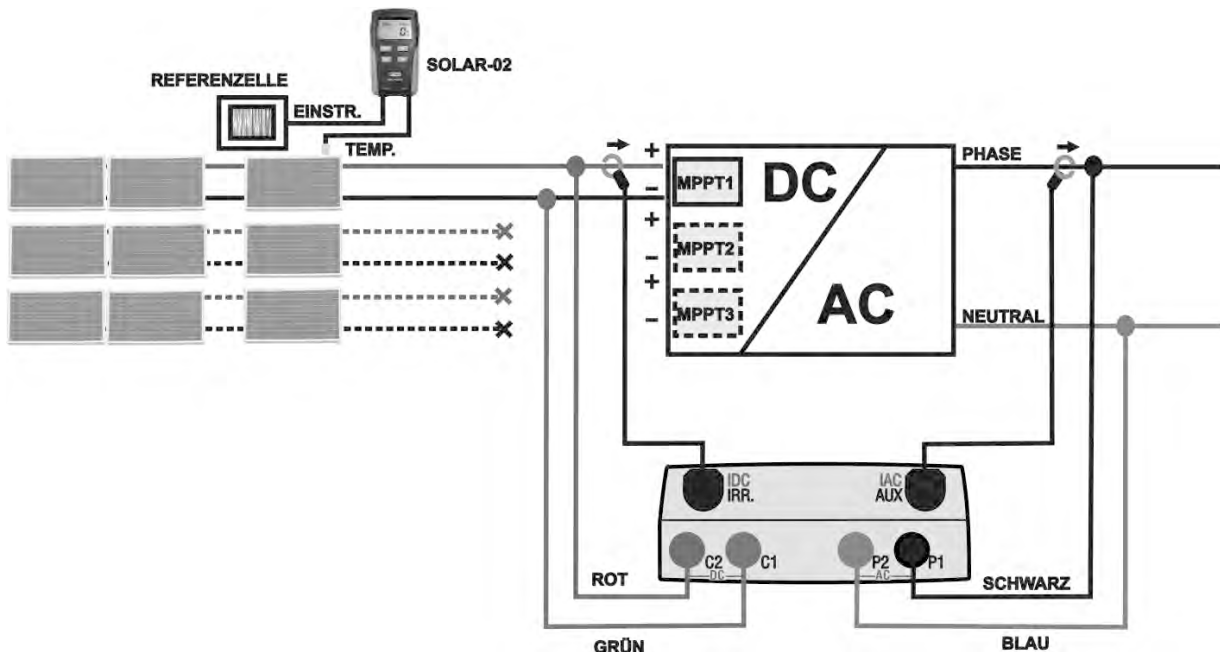

Abb. 4: Messgerätanschluss zur Prüfung von einphasigen PV Anlagen
5. Falls die Wechselrichter mehrere MPPT Lastregler besitzen, darf nur **der erste String am MPPT angeschlossen bleiben** (siehe Abb. 4). Anschließend werden die nachstehend beschriebenen Tätigkeiten einzeln nacheinander nur mit der am zweiten, dritten, vierten, usw. Lastregler angeschlossenen Strings wiederholt.
11. Schließen Sie die AC Strommesszange des ersten MPPT am Phasenleiter L1 **unter Beachtung der Pfeilrichtung** an (siehe Abb. 4). Bringen Sie die AC Stromzangenbacken soweit wie möglich vom Wechselrichter entfernt an und achten Sie darauf, dass deren Backen nicht den Nullleiter berühren. Schließen Sie den Ausgangstecker der Strommesszange an den Messgeräteingang **IAC** an.